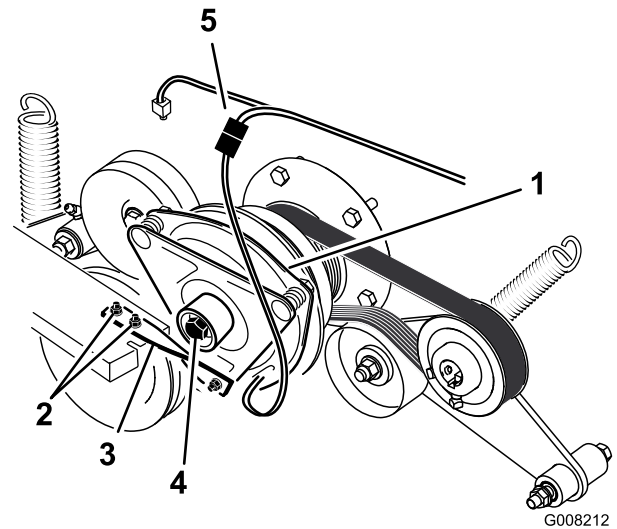

Bild 58
6. Schließen Sie den elektrischen Anschluss für die Kupplung ab (Bild 58).
7. Nehmen Sie die zwei Schrauben ab, mit denen der Gummikupplungsriemen am Mäherrahmen befestigt ist (Bild 58).
8. Nehmen Sie die mittlere Schraube ab, mit denen die Kupplung an der Motorwelle befestigt ist, und entfernen Sie die Kupplung und den Schlüssel (Bild 58).
15. Halten Sie die Kurbelwelle an das Heck der Maschine und setzen Sie die mittlere Schraube ein. Ziehen Sie sie mit 68 Nm an (Bild 58).
16. Befestigen Sie den Gummikupplungsriemen mit den zwei vorher entfernten Schrauben und Muttern am Mäherrahmen (Bild 58).
18. Stecken Sie den elektrischen Anschluss für die Kupplung ein (Bild 58).